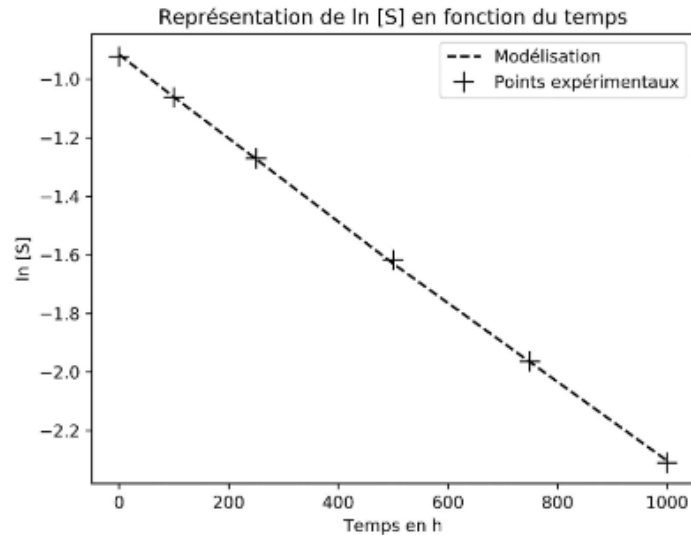

Figure 2 : Graphique représentant les données expérimentales et la modélisation.
1.6. À partir de la modélisation représentée sur la **figure 2**, justifier que l'hypothèse de la cinétique d'ordre 1 est validée.